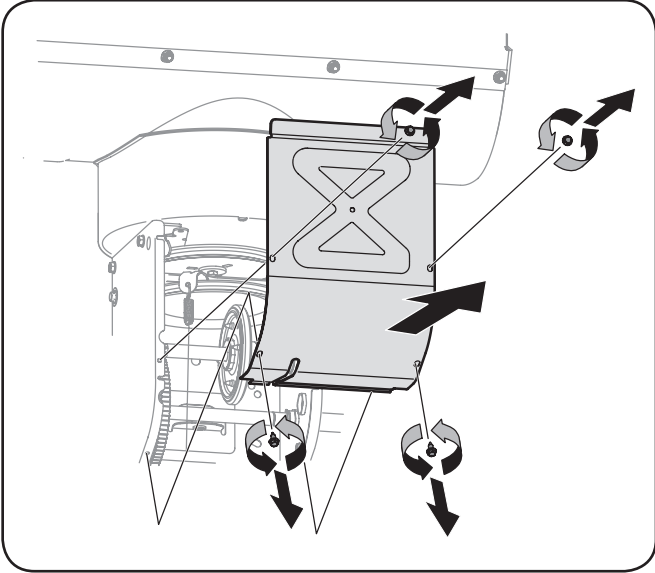

Fig. 7-4
- 3. Démontez le couvre-châssis du dessous de la souffeuse en retirant les quatre vis auto-taraudeuses qui le maintiennent en place. Voir la Fig. 7-4.
- 6. Démontez le couvre-châssis du dessous de la souffeuse en retirant les quatre vis auto-taradeuses qui le maintiennent en place. Voir la Fig. 7-4.